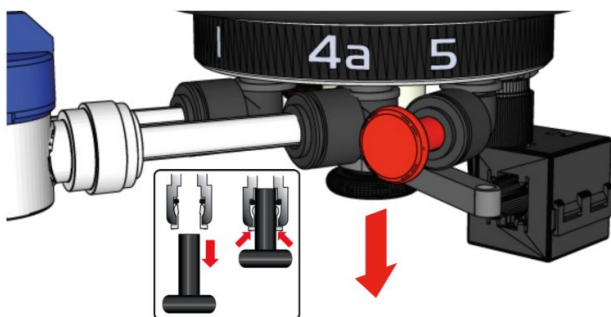

Fig. 3
1. RETIRER le bouchon de transit noir de la sortie à haut débit du réservoir (située sous le port 4a↓, voir Fig. 3)